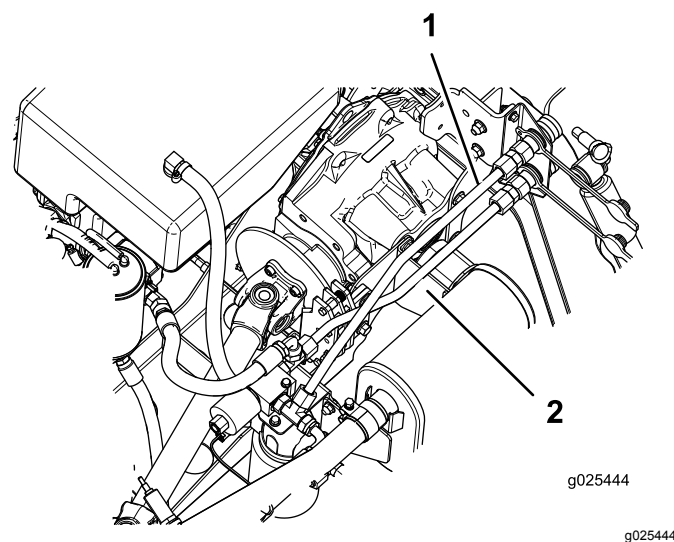

Figure 10
2. Branchez, sans le serrer, le conduit hydraulique rigide supérieur au coupleur rapide supérieur et au raccord en T latéral sur le collecteur (Figure 10).
1. Branchez, sans le serrer, le conduit hydraulique rigide inférieur au coupleur rapide inférieur et au raccord en T arrière sur le collecteur (Figure 10).